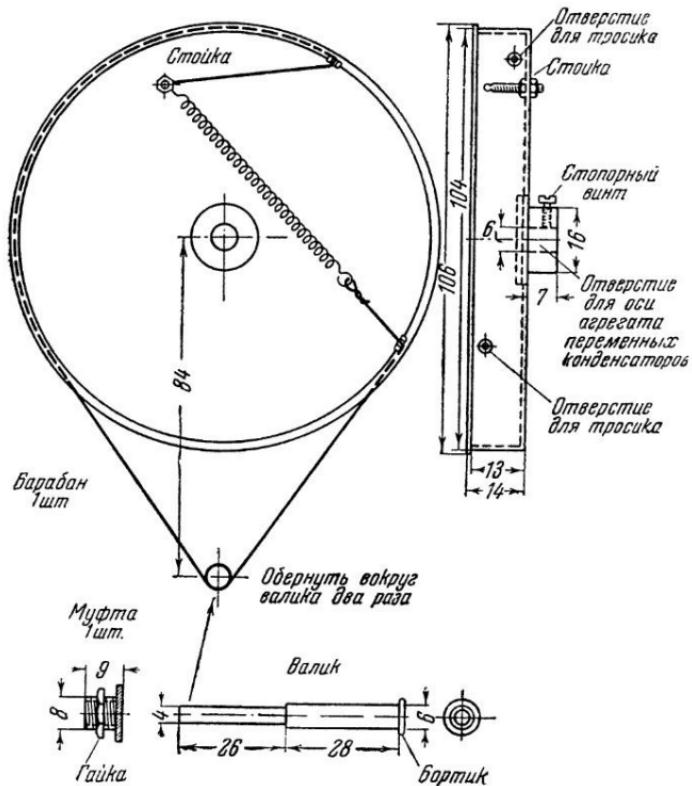

Рис. 9. Замедляющее устройство
**Замедляющее устройство** (рис. 9) представляет собой